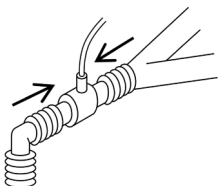

Figura 1
1. Conecte o adaptador das vias respiratórias à extremidade proximal do circuito respiratório, entre o tubo endotraqueal e a seção Y do ventilador, conforme ilustrado na Figura 1.